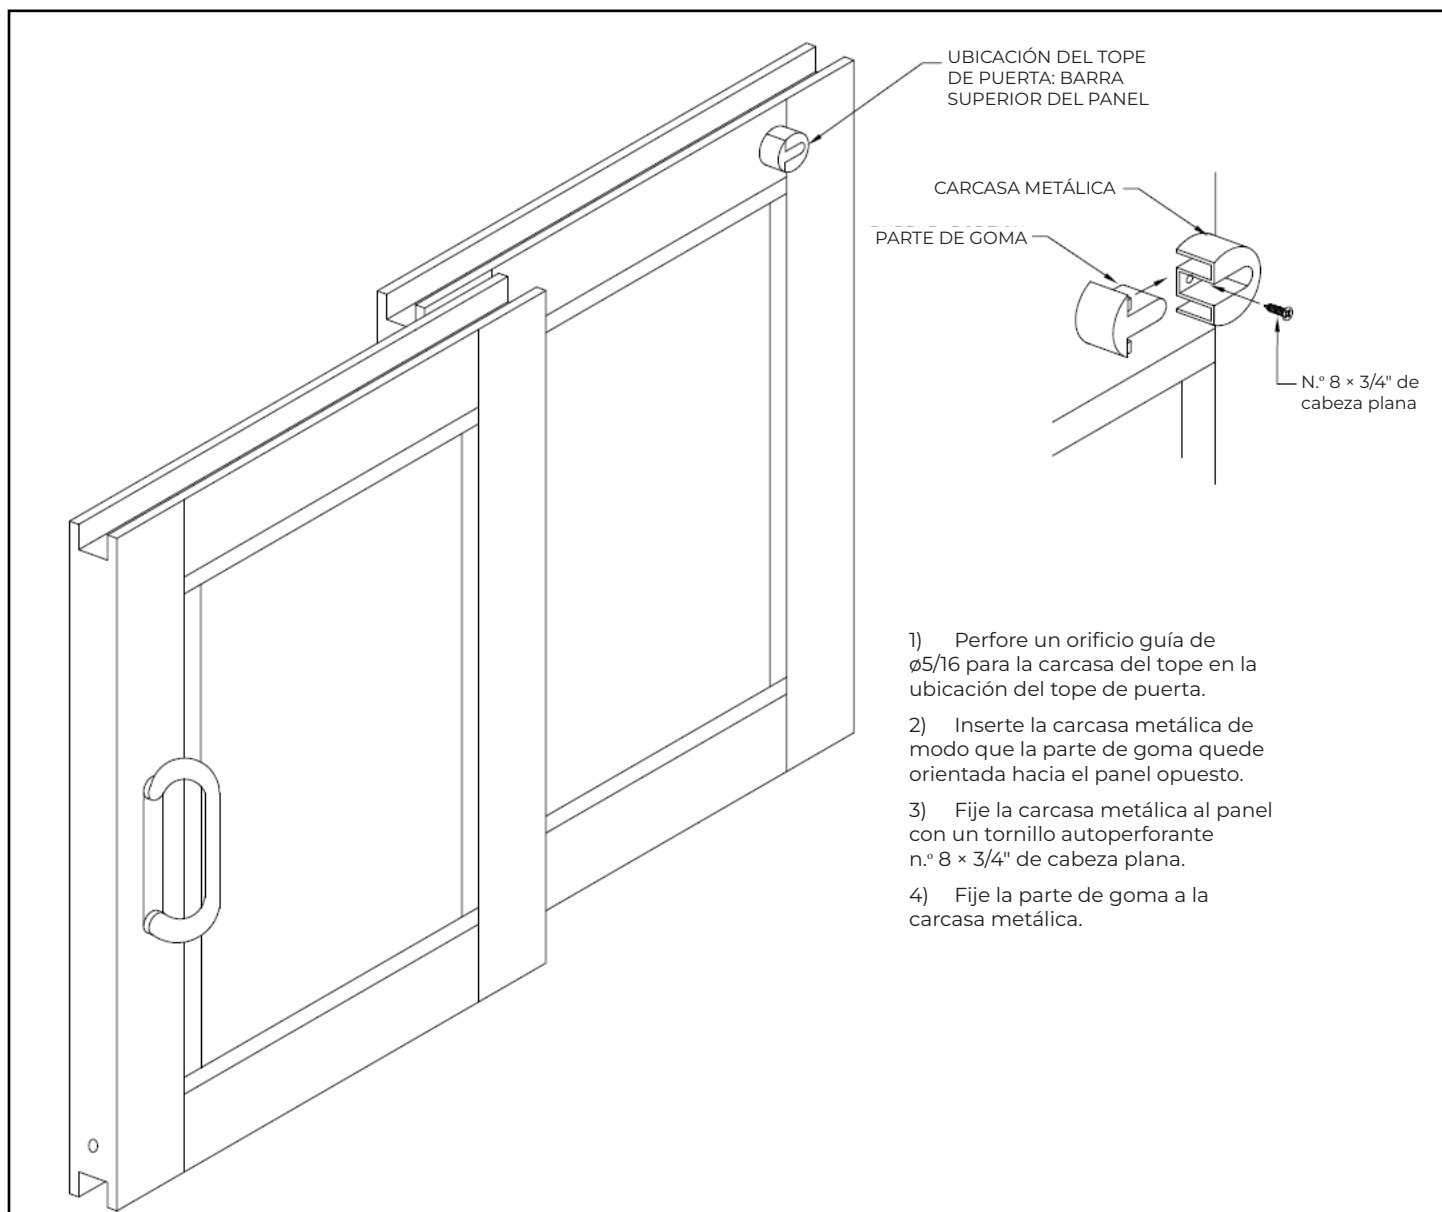

FIGURA 12
- 6. Tope de puerta:** Instale el tope de puerta con los tornillos suministrados. Consulte la figura 12. Estos son necesarios para evitar que los paneles sobrepasen a otros paneles o interfieran en las manijas, lo que podría causar lesiones en los dedos. Los topes de puerta generalmente se ubican en la parte superior del panel.